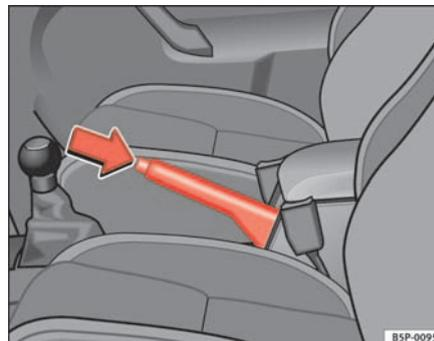

Abb. 100 Handbremse zwischen den Vordersitzen
⇒ Abb. 100.
- Ziehen Sie den Hebel etwas nach oben, drücken Sie den Entriegelungsknopf in Pfeilrichtung ⇒ Abb. 100 und führen Sie den Handbremshebel ganz nach unten ⇒ .